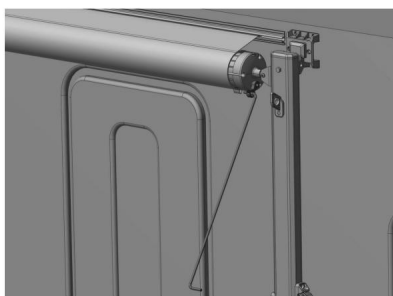

Figura D3
4.1.2 Enganche la palanca de trinquete en la cubierta del extremo del rodillo con la varilla de tracción, suavemente. Mueva la palanca de trinquete en la dirección de la flecha y cambie la dirección del trinquete a "abierto" (Figura D3).